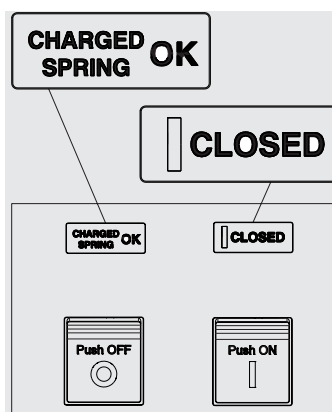

Figura 28
4. Interruttore chiuso con molle cariche (vedi Figura 28). Questo stato si verifica quando dopo la chiusura (vedi passo 4 - Figura 28) le molle vengono ricaricate manualmente o automaticamente dal motoriduttore (se previsto).